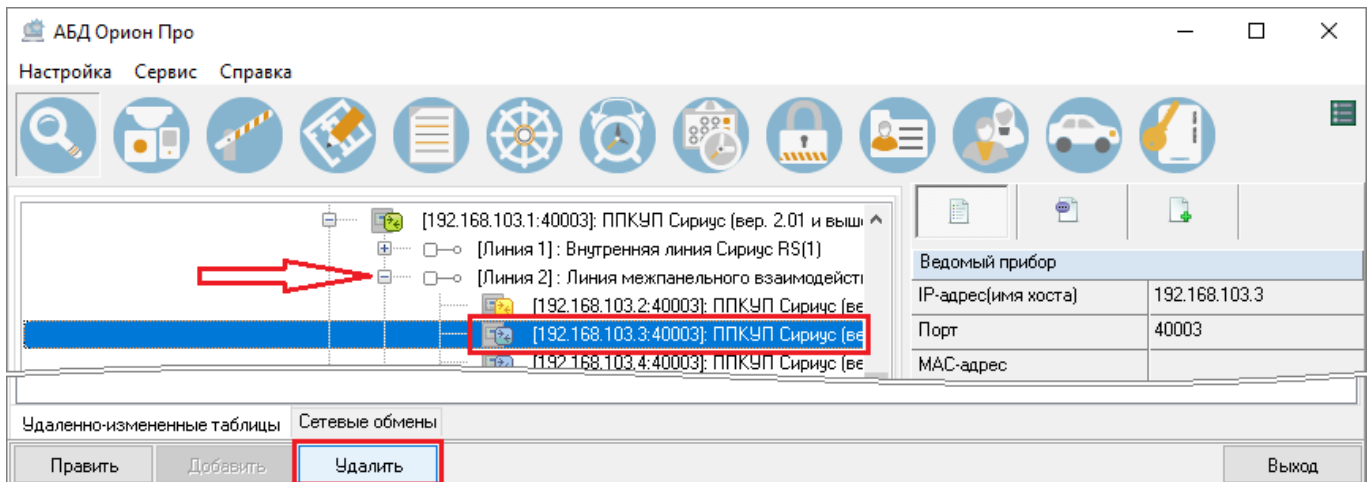

Рисунок 6-121 Изменение режима взаимодействия для ведомого ППКУП "Сириус" на автономный удалением с линии межпанельного взаимодействия
- удалением объекта ППКУП «Сириус» с линии межпанельного взаимодействия ведущего или первого ведущего ППКУП «Сириус» соответствующей межпанельной сети – только для изменения режима взаимодействия для ведомых ППКУП «Сириус» на автономный: выделите ведомый ППКСП «Сириус» как дочерний объект для линии межпанельного взаимодействия (см. п. 6.3.1.2.11) ведущего/ первого ведущего ППКУП «Сириус» и нажмите кнопку «Удалить» (см. п. Рисунок 6-121).